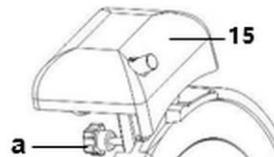

Рис. 9
2. Ослабить крепежный винт (a) точилки (15) сзади прибора (рис. 9).
3. Вытащить точилку (15) из прибора и повернуть ее на 180°.
4. Вставить точилку (15) в предусмотренную для этой цели направляющую и затянуть крепежный винт (a).
6. Подключить прибор к заземленной одинарной розетке и включить прибор, нажатием белой кнопки START (B).
1. Снять точилку с прибора (рис. 9).
1. Снять всю точилку с прибора (рис. 9).